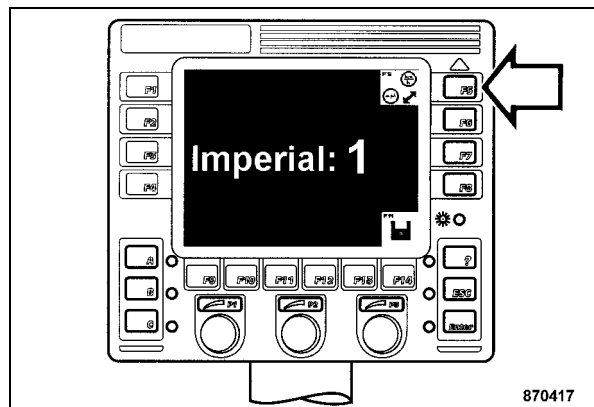

Fig. 76
- Pulsar la tecla "F5" (Fig. 76) y seleccionar el sistema de unidades.